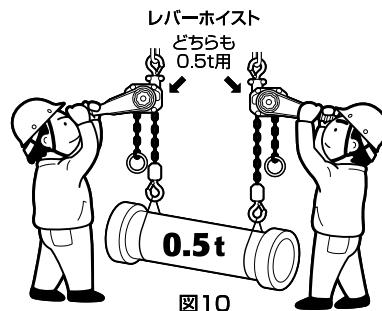

図10
- (3) 共づりする場合は、それぞれの1台のレバーホイストで、その荷をつれる定格荷重のものを使⽤してください。図10